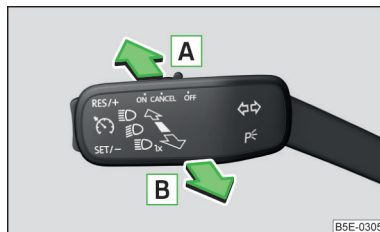

Fig. 53
- Aduceți maneta de operare în poziția **A** (poziție amortizată) » fig. 53.
- Dacă tocmai **s-a aprins** în mod automat faza lungă, aduceți maneta în poziția **B** (poziție amortizată) » fig. 53.